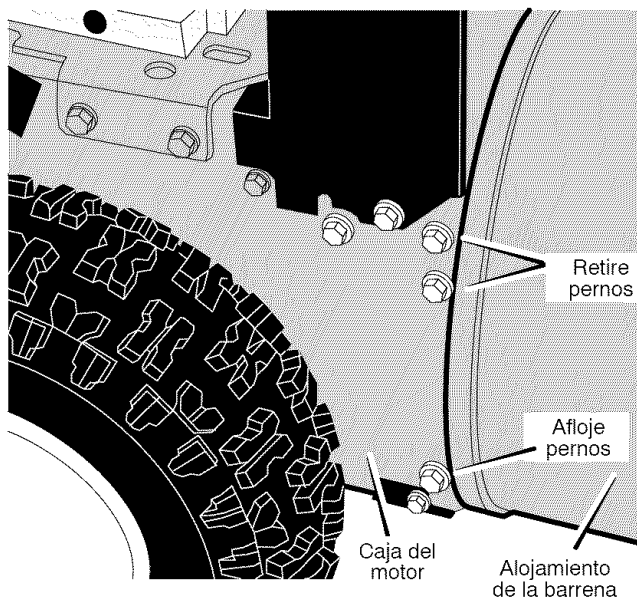

Figura 57
- Retire los cuatro **pernos** superiores que unen el **alojamiento de la barra** y la **caja del motor**. Afloje los dos **pernos** inferiores. Ahora el **alojamiento de la barra** y la **caja del motor** pueden separarse para retirar la correa (Figura 57).